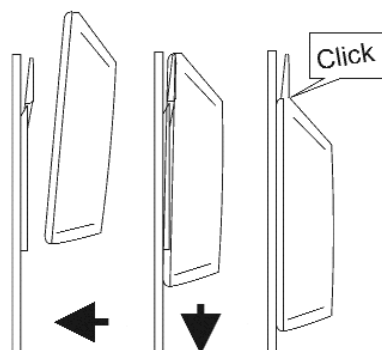

Fig. 3
3. Positionnez l'afficheur contre le support légèrement au dessus de la position finale et faites glisser doucement vers le bas jusqu'à la position finale. Un clic se produit quand le support bloque l'interface en position (Fig. 3)